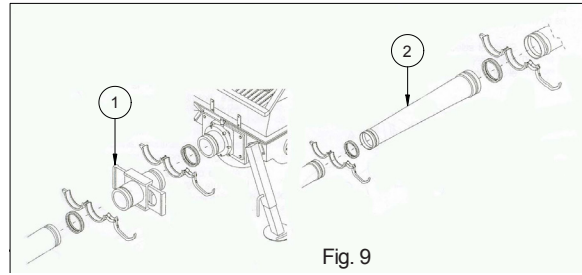

Fig. 9
Si se bombea en vertical, es oportuno interponer, en la línea de tubos, una válvula de corte manual (fig. 9, ref. 1): esto evita que se derrame material si se han de desconectar los tubos para lavar la máquina.
Se si utilizan tubos de 50 mm de diámetro, conecte el cono de reducción (fig. 9, ref. 2) con la junta correspondiente.
Si anteriormente ha montado una válvula de corte manual (fig. 9, ref. 1) o hidráulica entre la máquina y el tubo, ciérrela y desconéctela.